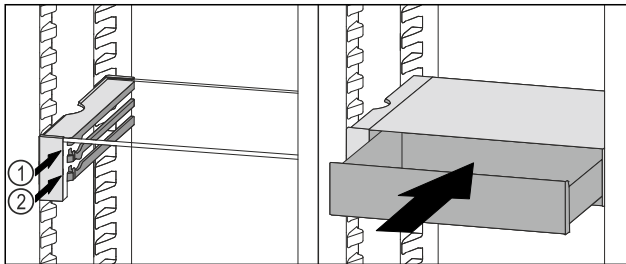

Fig. 114
- ▶ Așezați sertarul VarioSafe în spatele opritoarelor pe nervura dorită Fig. 114 (1) sau Fig. 114 (2).